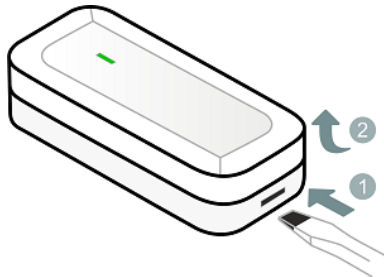
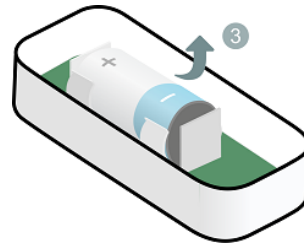

Рисунок 6.3 – Вскрытие корпуса датчика
Рисунок 6.4 – Извлечение батареи
2.2. Если датчик не в первый раз переводится в режим связывания, то вскройте корпус датчика: при помощи плоской отвертки нажмите на одну из защелок и, не отпуская защелку, потяните крышку корпуса вверх (см. рисунок 6.3). Извлеките батарею из датчика (см. рисунок 6.4). Подождите 30 секунд и установите батарею обратно, соблюдая полярность.
Для подключения геркона вскройте корпус основного элемента датчика (см. рисунок 6.3). Подключите провода геркона к клемме, расположенной на плате датчика открытия, как показано на схеме (см. рисунок 8.1).
2. С помощью индикации на датчике. Для этого вскройте корпус датчика (см. рисунок 6.3) и дважды нажмите на кнопку тампера (8, рисунок 2.1). Посмотрите на индикатор датчика. Соответствие уровня связи и индикации представлено в таблице 9.1.
- 1) Вскройте корпус основного элемента датчика (см. рисунок 6.3) и закрепите основание корпуса в выбранном месте с помощью самонарезающих винтов.